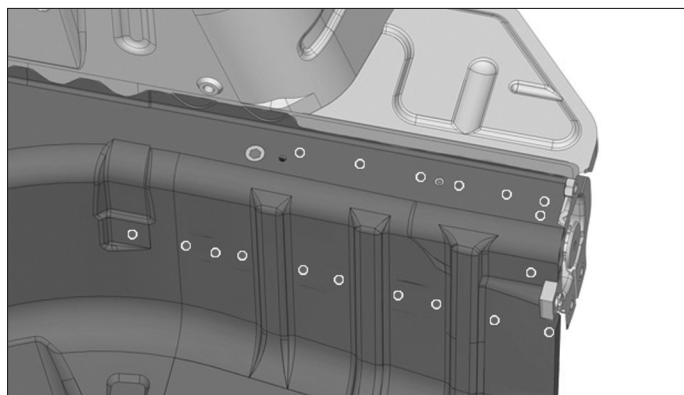
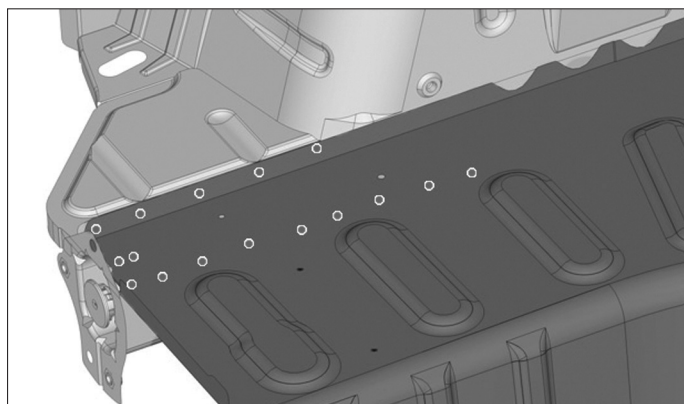

FIG. 206
FIG. 207
- Souder par points électriques (Fig.206) et (Fig.207).